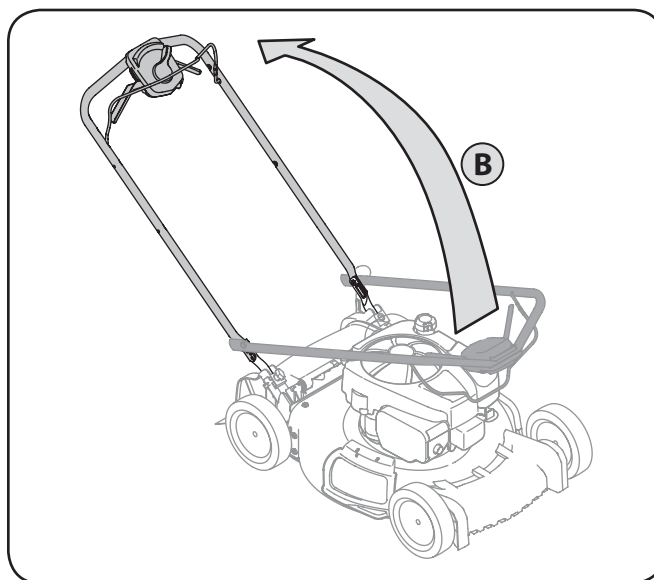

Figura 3-2
- b. Si bien la estabilización de cortacésped por lo que no se mueve, pivote asa superior como se muestra en la figura. 3-2. No engrazado cable mientras levanta la palanca hacia arriba y asegurarse de que van en la parte exterior de la manija.